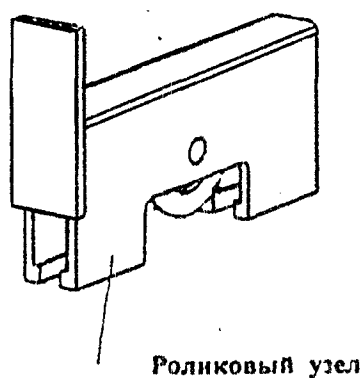
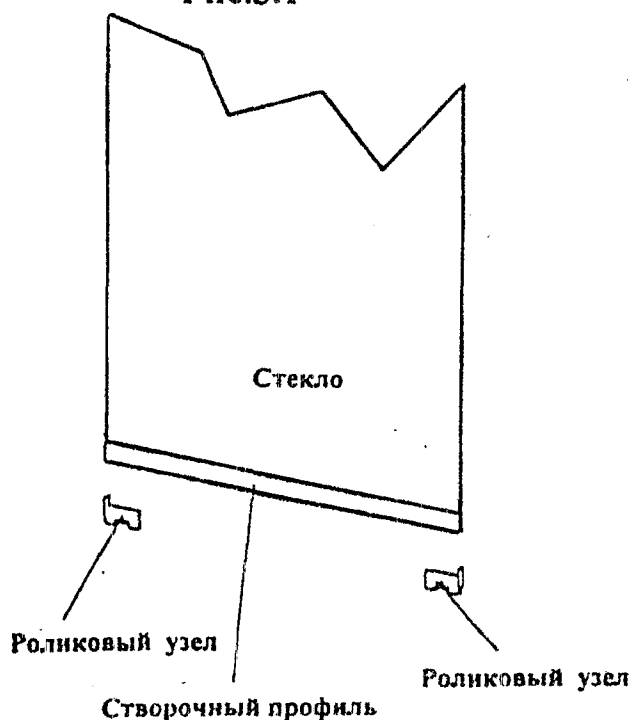

Рис.3.1
Рис.3.2
3.1 Вставить роликовые узлы (Рис.3.1) в паз створочного профиля до упора (см. Рис.3.2).